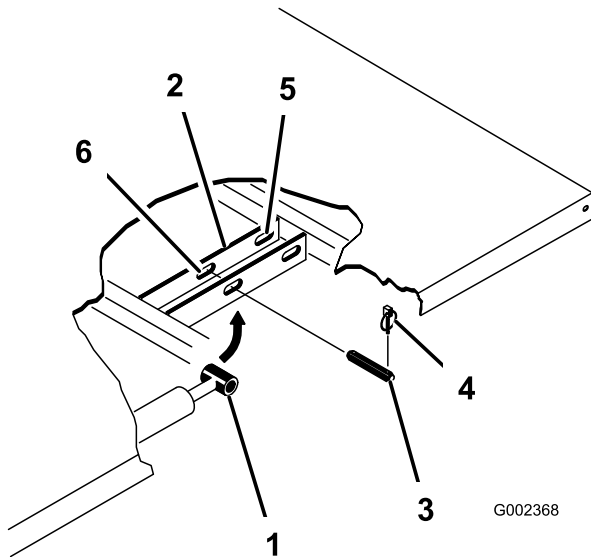

Bild 33
3. Nehmen Sie die Klappstecker von den äußeren Enden der Lastösenbolzen der Zylinderstange (Bild 33) ab.
4. Nehmen Sie die Lastösenbolzen ab, mit denen die Zylinderstangenenden an den Befestigungsplatten der Ladepritsche befestigt sind. Drücken Sie die Stifte hierfür nach innen (Bild 33).
5. Nehmen Sie die Klappstecker und die Lastösenbolzen ab, mit denen die Schwenkhalterungen an den Rahmenkanälen befestigt sind (Bild 33).